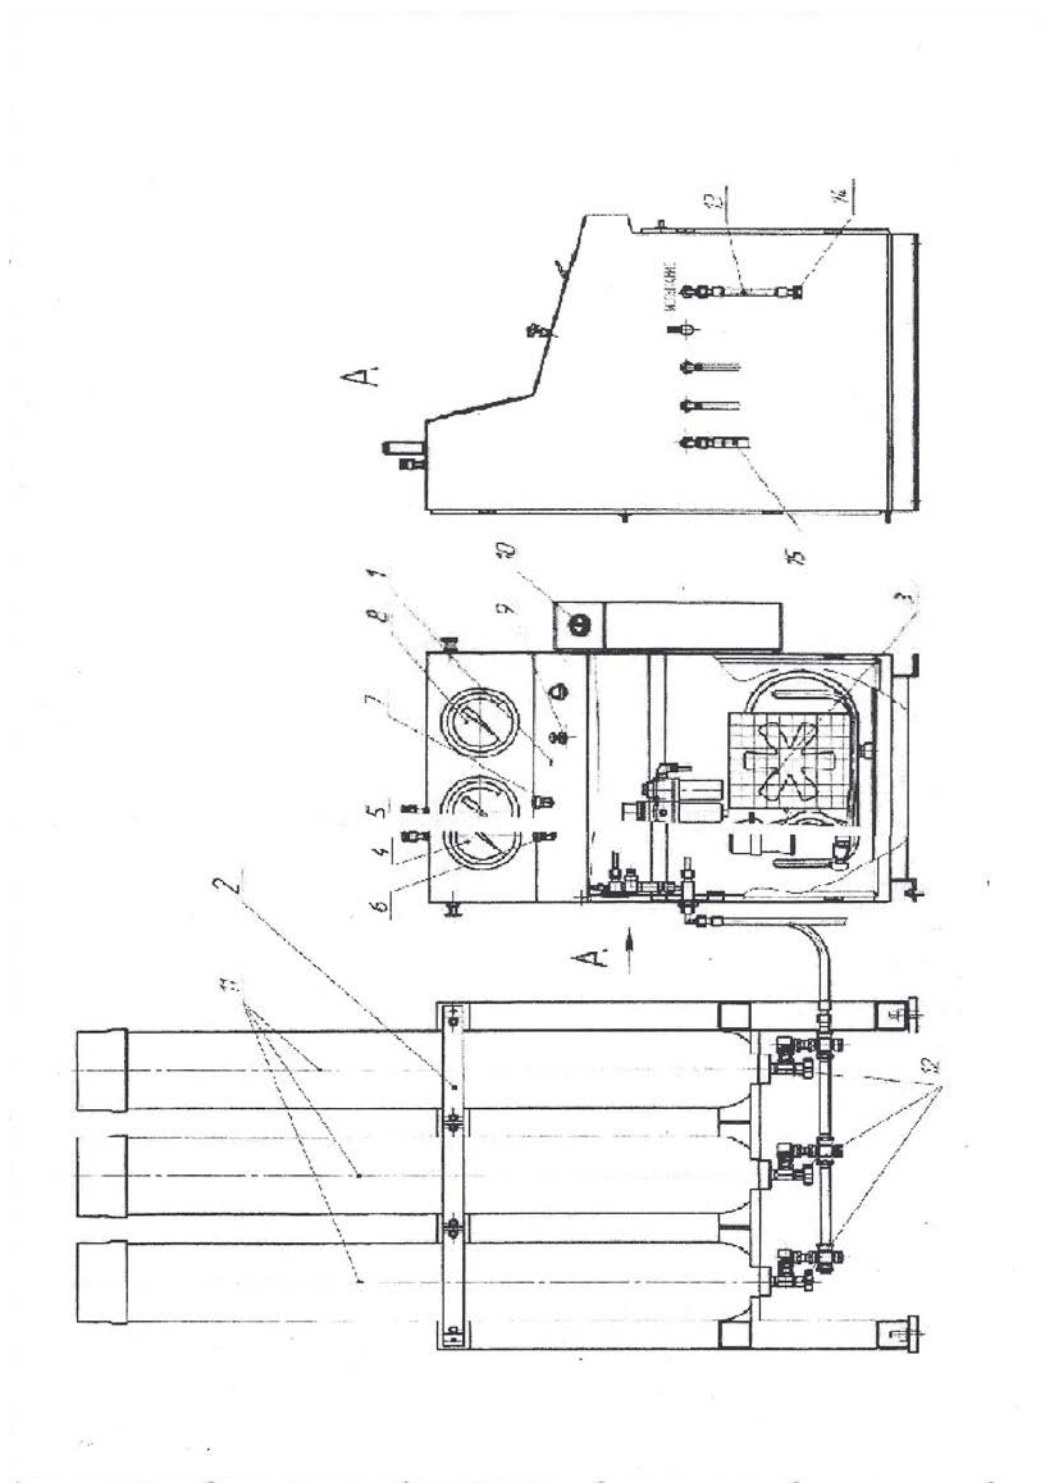

Рисунок 1
- соединить компрессорную станцию 1 с ресивером 2 - рисунок 1 рукавом высокого давления 15;